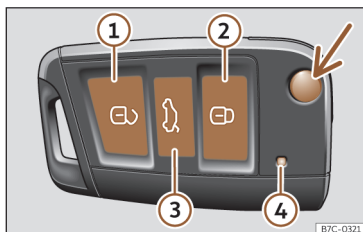

Fig. 42 Chave do veículo.
Para dobrar e desdobrar o palhetão da chave pressione o botão >>> Fig. 42 (seta).
Quando se pressiona brevemente um botão na chave do veículo, a luz de controlo pisca ④ >>> Fig. 42 (seta) uma vez brevemente, mas se se pressionar durante um tempo prolongado, piscará várias vezes, por exemplo, na abertura de conforto.